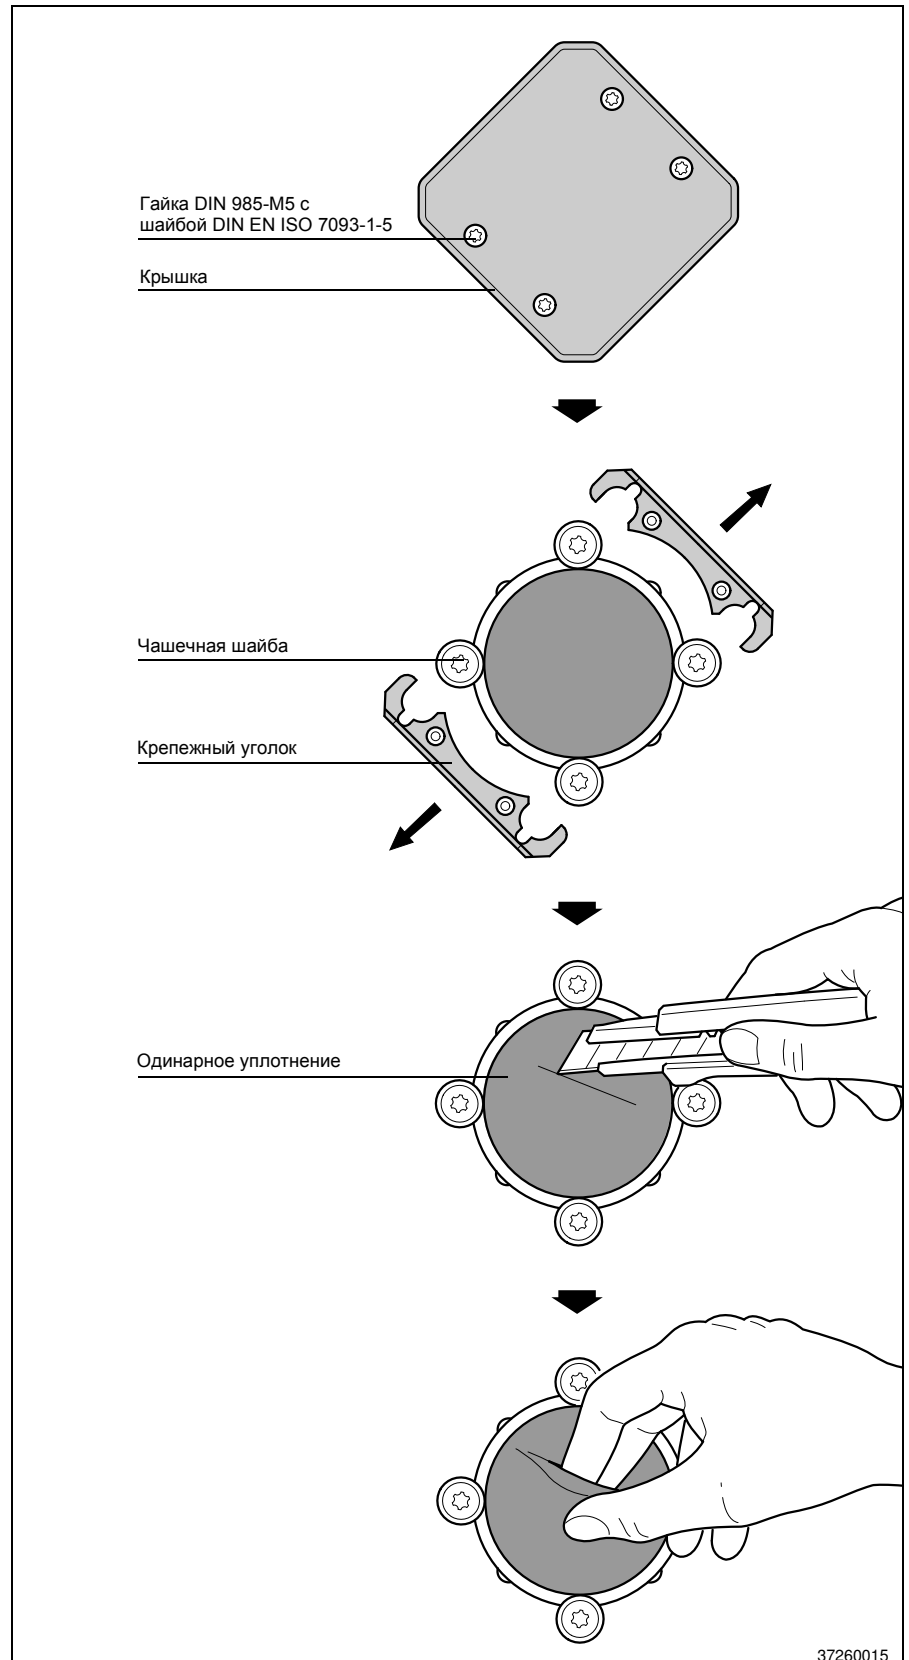

Рис. 28
- ослабьте гайки и шайбы (ключ на 8) и снимите крышку (Рис. 28).
- Вытяните оба крепежных уголка из-под чашечных шайб (Рис. 28).
- Одинарное уплотнение прорежьте острым ножом поперек свободной поверхности (вентиляция) (Рис. 28).
- Вставьте в прорезь пальцы и вытяните одинарное уплотнение (Рис. 28).